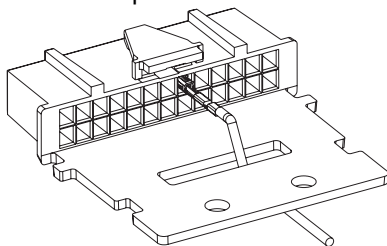

Figure 2a. Décharge de traction
2. Faites passer le fil du terminal de connexion à travers le connecteur comme indiqué dans la *Figure 2a*. Pour les installations intégrant plusieurs accessoires branchés à la radio mobile, faites passer les fils comme indiqué dans la *Figure 2b* et fixez les fils avec une attache après avoir terminé l'étape 3.